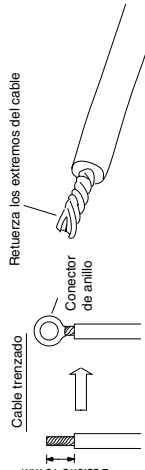

Fig. 3-26
(1) Corte el extremo del cable con alicates de corte, quite el aislante para exponer los conductores trenzados unos 10 mm y retuerza con fuerza los extremos de los cables. (Figs. 3-26 y 3-27)
(2) Utilizando un destornillador, extraiga los tornillos del terminal de la placa de terminales.
(3) Empleando un fijador de conector de anillo o alicates, fije con seguridad cada extremo del cable trenzado con un conector de anillo. (Fig. 3-26)